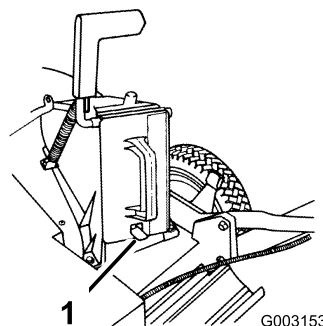

Figura 7
- Inserte el tapón hasta el fondo, hasta que el clip en la parte inferior del tapón se enganche, fijando el tapón firmemente en el conducto de descarga (Figura 7).